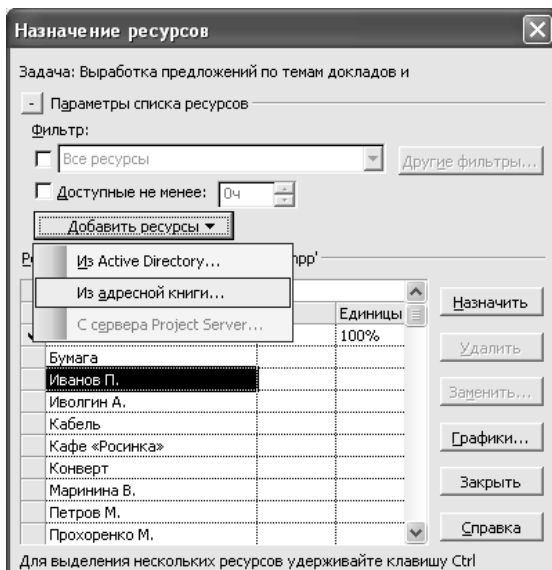

Рис. 13. Додавання ресурсів у проект
4. У полі **Назва ресурсу** виберіть ресурс, який Ви хочете призначити на задачу. Якщо Ви хочете створити новий ресурс, перейдіть на вільний осередок в таблиці діалогового вікна і введіть ім'я ресурсу. Двічі клацнувши мишею по імені ресурсу, Ви викличете вікно **Відомості про ресурс**, за допомогою якого зможете ввести інформацію про ресурс. Ви також можете вибрати ім'я ресурсу з адресної книги Вашої системи електронної пошти. Для цього натисніть на кнопку  зліва від **Параметри списку ресурсів**. Потім натисніть на кнопку **Додати ресурси** і в випадаючому меню виберіть пункт «З адресної книги». MS Project покаже Вам вікно, в якому Ви повинні будете із списку адресатів вибрати потрібні Вам ресурси. Після того як Ви натиснете на кнопку **ОК**, адресати з адресної книги будуть додані в список ресурсів проекту і для них будуть створені призначення (рис. 13).